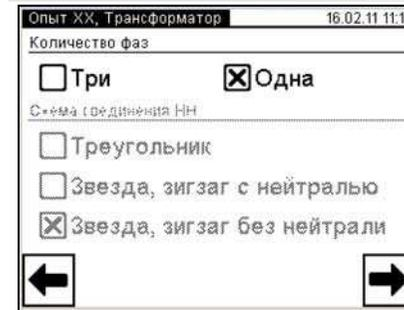

Рисунок 6.36
4) Установить количество фаз проверяемого трансформатора, для чего нажать в поле "Одна" в подразделе "Количество фаз" в окне "Опыт XX. Трансформатор" (рисунок 6.36).